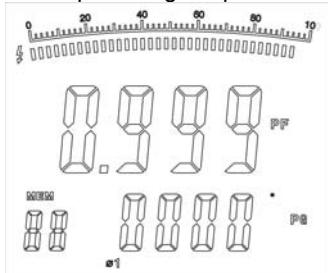

Figura 18
- Pulse SEL para elegir la primera fase, vea figura 18.